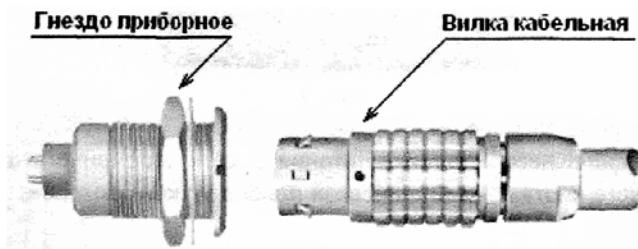
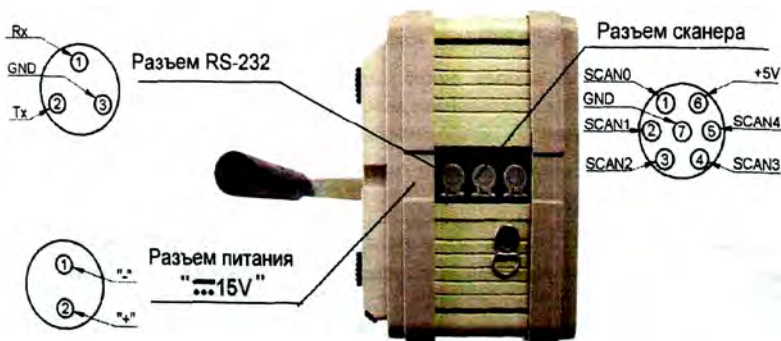

Рис. 10. Разъемы, используемые в приборе
Рис. 12. Рабочие разъемы УД4-Т
**Рабочие разъемы** расположены на передней панели (рис. 11) и левой боковой стороне (рис. 12). В приборе используются разъемы фирмы *LEMO*. Используемые в приборе разъемы состоят из двух частей: гнезда приборного и вилки кабельной (рис. 10).
Если работа будет осуществляться от внешнего блока питания, то необходимо подключить блок питания из комплекта УД4-Т к разъему «Питание», расположенному на левой стенке корпуса прибора (рис. 12), вилку блока питания подключить к сети переменного тока. Свечение светодиодного индикатора на верхней панели корпуса источника питания указывает на наличие сетевого напряжения. Работа прибора возможна в режиме заряда внутреннего аккумулятора прибора.